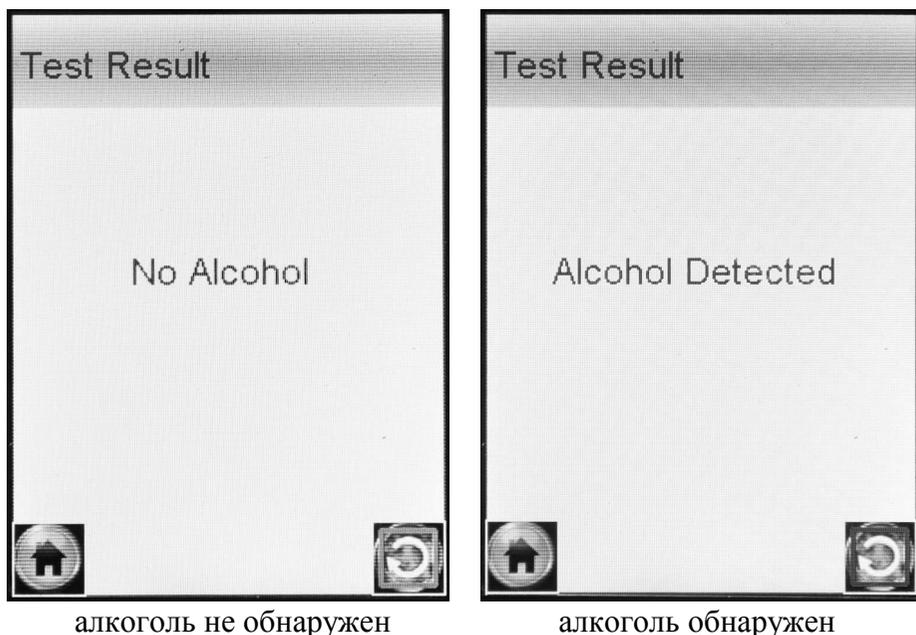

Рисунок 15 – Результаты теста в режиме скрининга
2.10.6 В зависимости от результата тестирования на дисплее анализатора появляется одно из двух сообщений (рисунок 15).